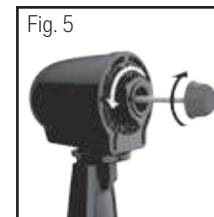

Fig. 5
1. Dévissez l'écrou de l'hélice dans le sens des aiguilles d'une montre et l'écrou de plastique dans le sens contraire des aiguilles d'une montre et mettez-les de côté. (Fig. 5)
Le flux d'air peut être ajusté vers le haut ou vers le bas en inclinant la tête du ventilateur tel que désiré. Pour changer l'angle d'inclinaison de la tête du ventilateur, déplacez simplement la tête du ventilateur à l'angle désiré. (Fig. 5)